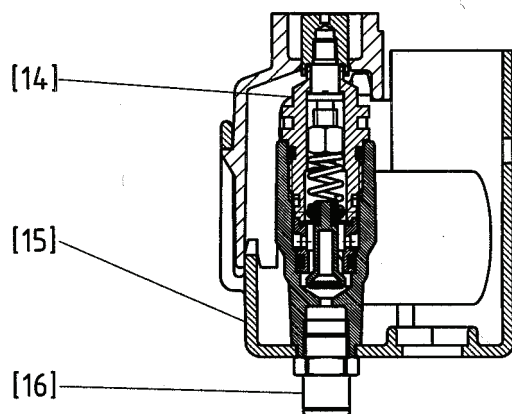

Bild 5
- ☆ Drucksteuereinheit [14] im Schutzgehäuse [15] gemäß Bild 5 einbauen